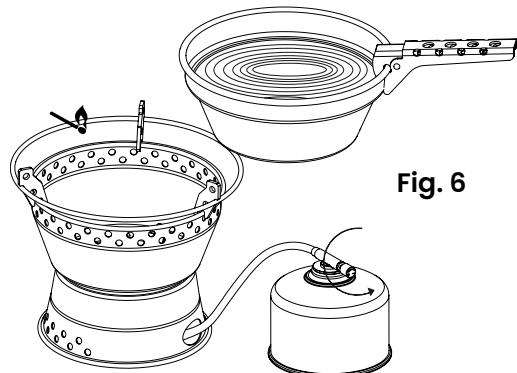

Fig. 6
- Bruk gripehåndtaket til å holde i kanten av kasserollen og plasser den forsiktig på kasserolleholderen for å starte matlagingen (fig. 6).